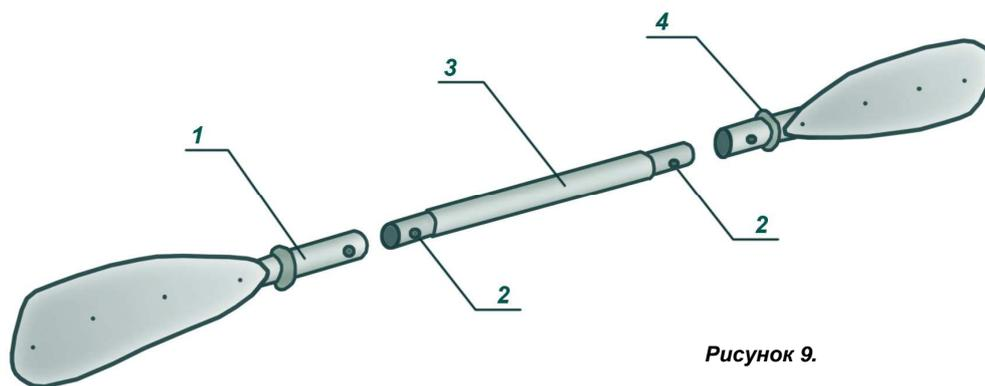

Рисунок 9.
11. Для сборки весла наденьте на цевье водосбрасывающее кольцо 4, утопите фиксаторы 2 в их гнезда (рис. 9, 10), введите рукоятку весла 3 в цевье 1 и проследите, чтобы фиксаторы 2 попали в отверстия цевья. Вёсла можно собирать в прямом варианте (когда лопасти находятся в одной плоскости) или в развернутом (тогда плоскости лопастей перпендикулярны).